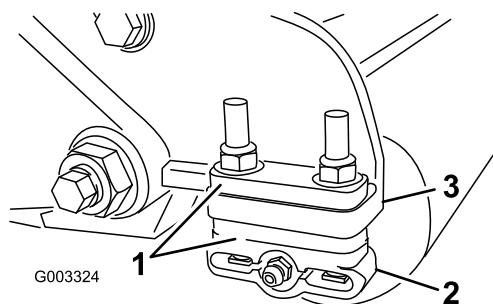

**Figura 12**
3. Numa das extremidades do cilindro, introduza uma tira de jornal entre o cilindro e a lâmina de corte (Figura 12). Enquanto roda ligeiramente o cilindro para a frente, rode o parafuso de ajuste da barra de apoio (Figura 11) no sentido dos ponteiros do relógio na mesma extremidade do cilindro, uma posição de cada vez, até que o papel esteja ligeiramente apertado, quando inserido pela parte dianteira, paralela à lâmina de corte. Quando puxar o papel, sentirá uma ligeira pressão.
5. Depois de ajustar, verifique se o cilindro aperta o papel quando este for inserido pela frente e se corta o papel quando este for inserido num ângulo recto, relativamente à lâmina de corte (Figura 12). Deve ser possível cortar o papel ao mínimo contacto com a lâmina de corte e as lâminas do cilindro. Se for evidente contacto/pressão excessivos será necessário voltar a polir a unidade de corte para obter pontas afiadas, imprescindíveis para um corte de precisão (consulte o manual de afinação de cilindros e cortadores rotativos Toro, Formulário N.º 80-300PT).